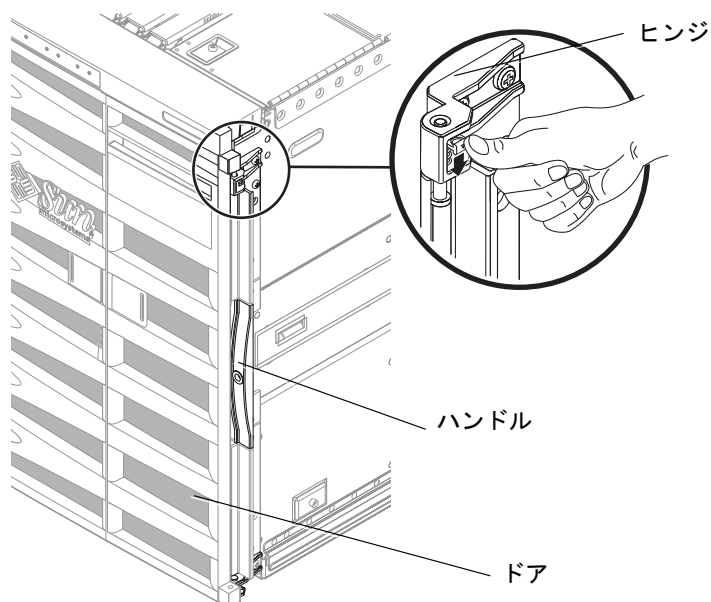

図 13-1 ベゼルのヒンジの外し方
5. 適切な正面ベゼルのドアを取り外します (図 13-1)。ベゼルの各部に付いている 2 つのヒンジのピンを、レバーを押して外します。